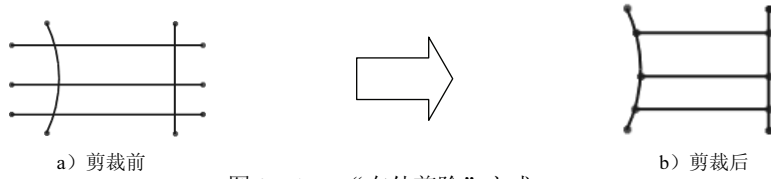

图 2.7.15 “在外剪除”方式
- 使用（在外剪除）方式可剪裁位于两个所选边界之外的开环实体，如图 2.7.15 所示。